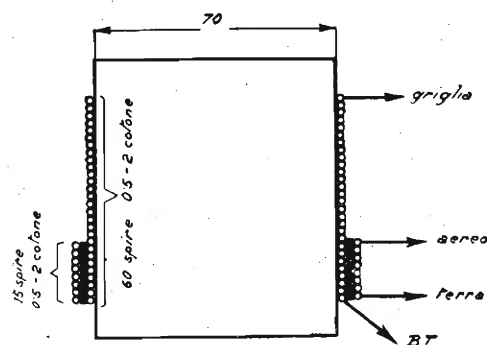

Fig. 5 - Trasformatore d'aereo (filo 0,5 - 2 cotone).
- 1  $L_1$  — trasformatore ad alta frequenza (vedi fig. 5).